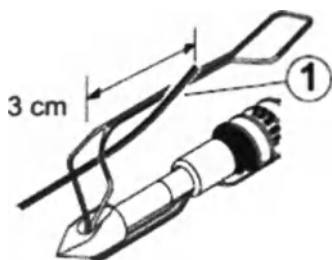

Рис. 1
4) Проденьте концы нитей через проволочную петлю. Убедитесь, что в петлю продето не менее 3 см каждого из концов нити (см. рис. 1).